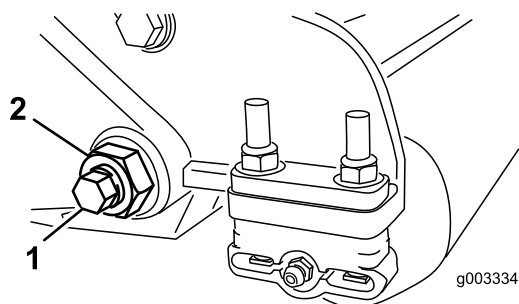

図 24
3. ベッドバーボルト 図 24 を固定しているロックナット機体両側をゆるめる。
4. 各ベッドバーボルトを外してベッドバーを下方に引くと、カッティングユニットから取り外せるようになります (図 24)。